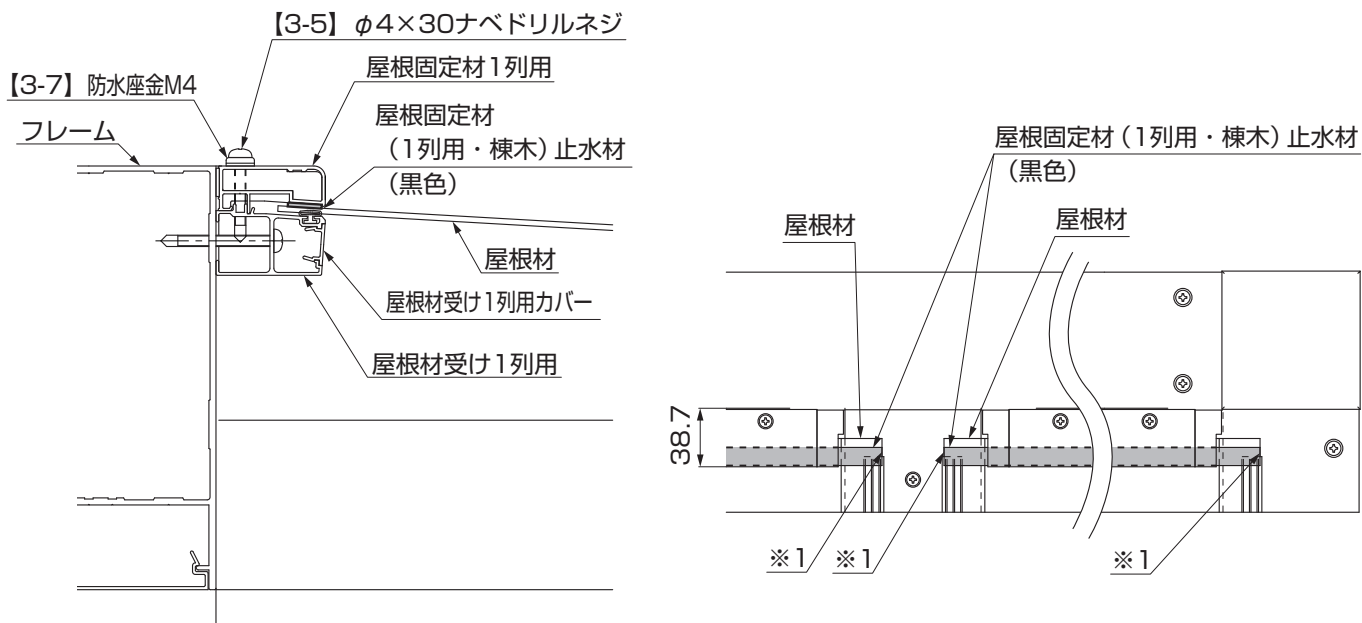

図9-3 屋根固定材 (1列用・棟木) 止水材の取付け位置
②屋根固定材 (1列用・棟木) 止水材を屋根材に貼付けてください。(図9-3参照)
- 屋根材の下に屋根材受け1列用が透けて見えます。屋根材受け1列用の端部(※1)に沿って屋根固定材 (1列用・棟木) 止水材を貼付けてください。(図9-3参照)